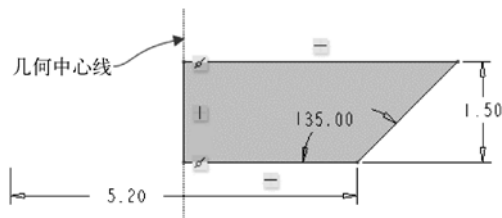

图 7-34 绘制剖面 4
(3) 在“孔”选项卡中单击 (激活草绘器以创建剖面) 按钮，进入草绘器。
(4) 绘制图 7-34 所示的剖面 (包含一条竖直的几何中心线)，单击 (确定) 按钮。